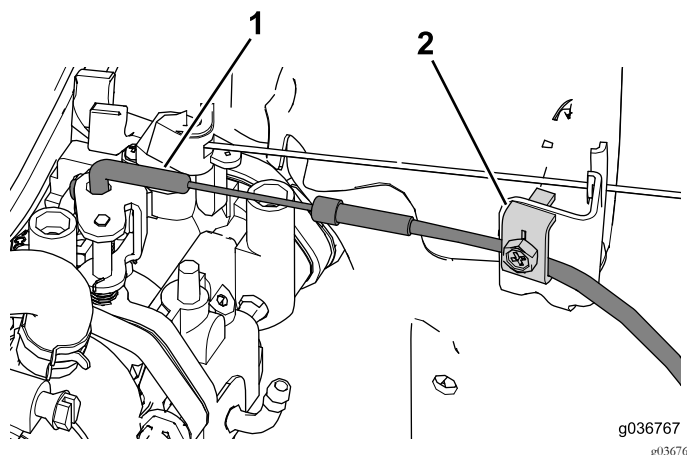

Figure 34
2. Placez l'extrémité recourbée du câble de starter dans le starter (Figure 34).
3. Utilisez le serre-câble pour fixer le câble d'accélérateur en position (Figure 34).